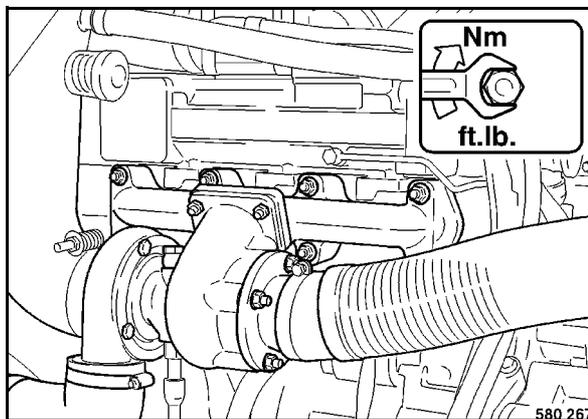

Рис. 165
- Подтянуть крепление впускной и выпускной трубы (Рис. 165) на головках блока цилиндра.